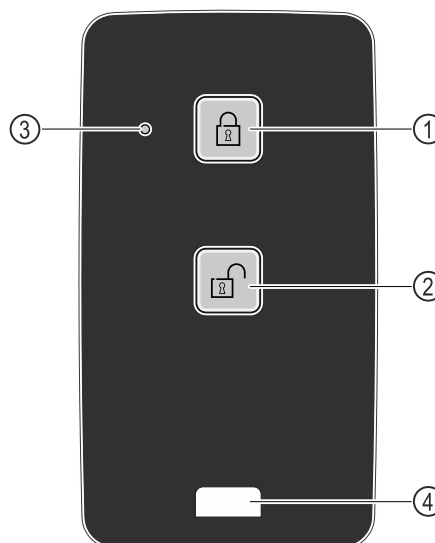

Fig. 205
- ▶ Premere il tasto Fig. 205 (1) sul telecomando.
- ▶ Premere il tasto Fig. 205 (2) sul telecomando.
- ▶ Il LED di stato Fig. 205 (3) fornisce un feedback visivo quando viene premuto un pulsante.
- ▶ Occhiello Fig. 205 (4) per agganciare il telecomando, ad esempio a un portachiavi.